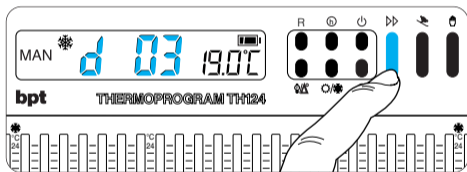

Fig. 32
**9.6** - Premere il pulsante  (fig. 32) sino a che non si raggiunga il numero di giorni desiderato da 1 a 99. Nel conteggio dei giorni è compreso anche quello in cui viene effettuata la programmazione (quindi il residuo del giorno in cui si effettua l'operazione viene conteggiato come 1 giorno).